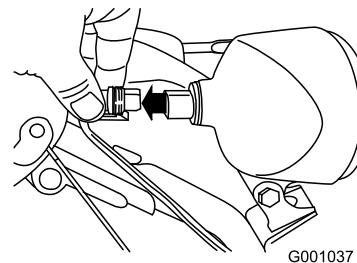

Figure 50
- Débranchez le connecteur à l'arrière du phare (Figure 50).